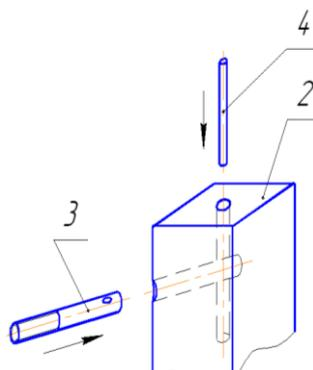

Рис.2
- 3.1 В отверстие на кромке ноги (2) установить шпильку (3) отверстием вглубь ноги и зафиксировать шпильку (3) штифтом (4) через верхнее отверстие в ноге (2) – рис. 2